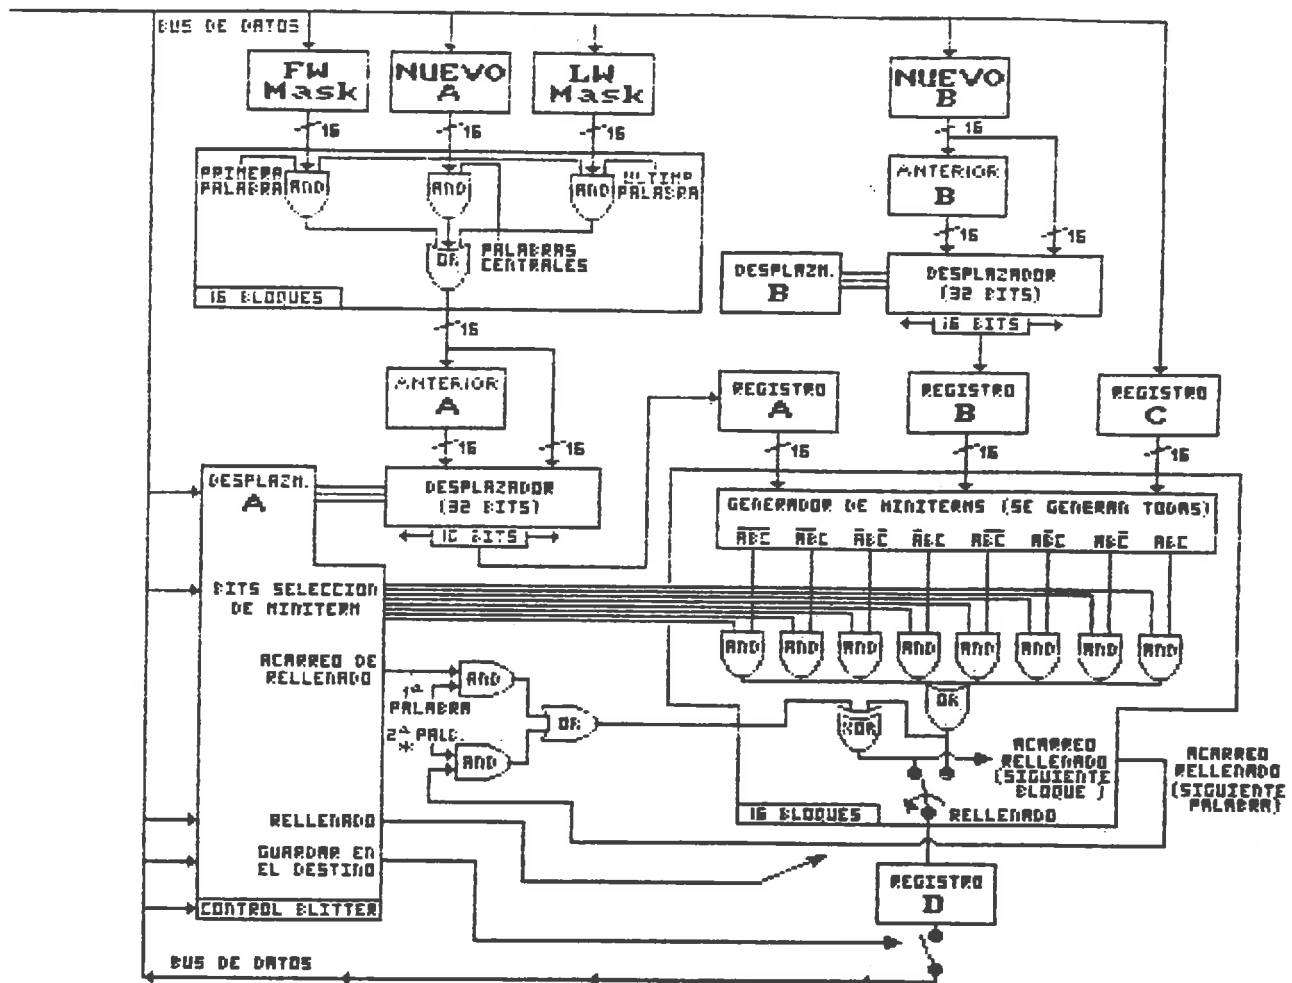

Figura 6-13: Diagrama de Bloques del Blitter
- La Figura 6-13 muestra la construcción básica de bloques para un solo bit de una operación de 16 bits de ancho del Blitter. No está incluido el Hardware de dibujo de líneas.